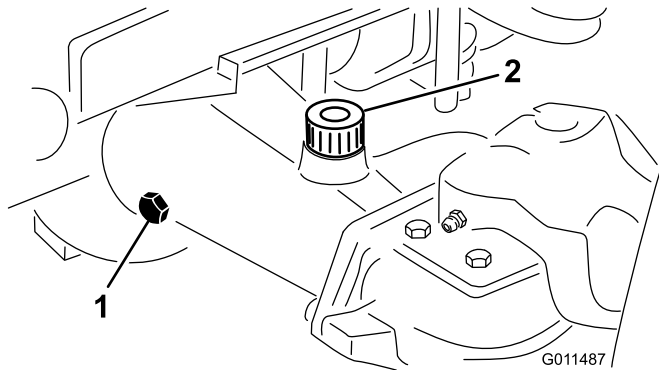

Figura 14
2. Togliete il tappo di controllo da un'estremità del ponte (Figura 14) e verificate che il lubrificante raggiunga la base del foro. Se il livello è basso, togliete il tappo di riempimento (Figura 14) e rabboccate con lubrificante finché non raggiunge la base del foro del tappo di controllo.